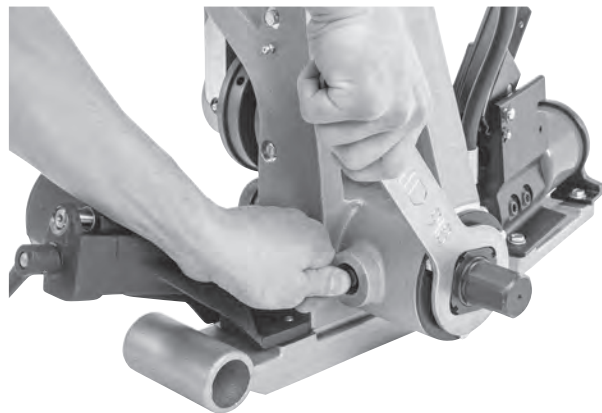

Abbildung 27 - Einrasten der Spindelarrretierung und Entfernen der Haltemutter der Antriebswelle
3. Wenn die Spindelarrretierung eingerastet ist, entfernen Sie mit dem Ringschlüssel die Haltemutter des Antriebswellenlagers (*Abbildung 27*).